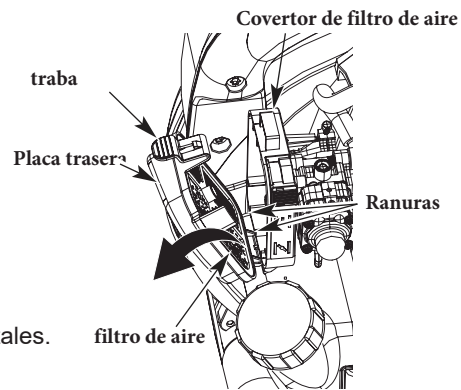

Fig. 12
1. Abra la tapa del filtro de aire: presione la pestaña de bloqueo y gire la tapa del filtro de aire hacia la derecha (Fig. 12).
2. Retire el filtro de aire (Fig. 12).
6. Vuelva a instalar el filtro de aire (Fig. 12).